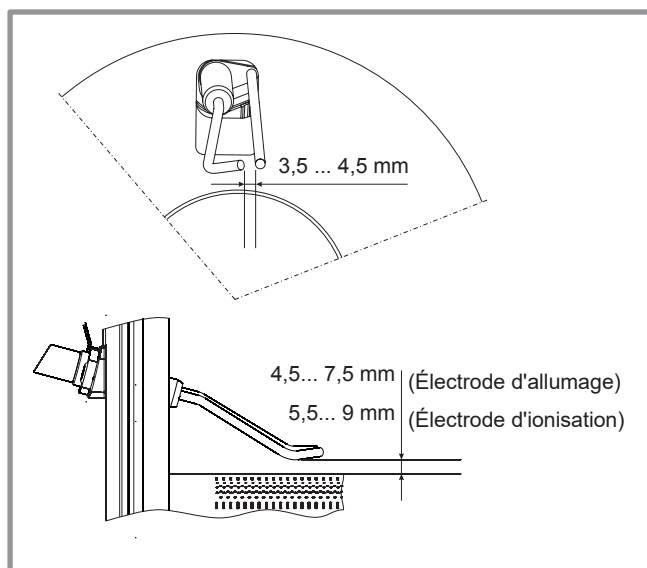

figure 56 - Réglage des électrodes
- Vérifier l'écartement et le positionnement des électrodes (figure 56).